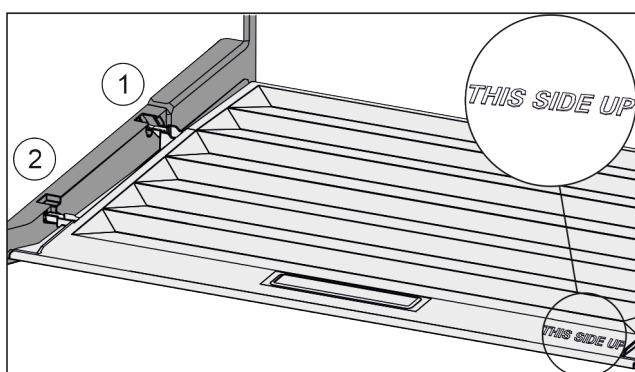

Fig. 39
- ▶ Deckelstege über Öffnung der hinteren Halterung Fig. 39 (1) einführen und vorne in Halterung Fig. 39 (2) einrasten.